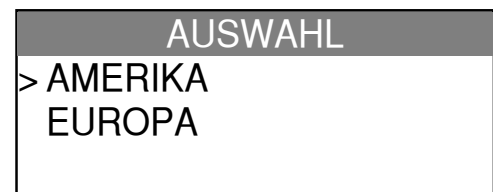

Abb. 2
- Beim ersten Start des Geräts oder nach dem Zurücksetzen auf die Werkseinstellungen werden Sie aufgefordert, die geografische Zone auszuwählen (Abb. 2).